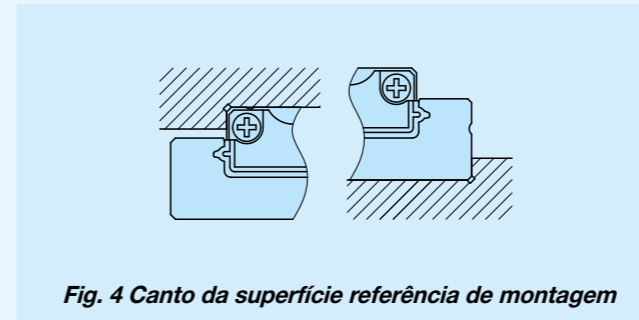

Fig. 4 Canto da superfície referência de montagem
Para o canto oposto da superfície de montagem de referência, é recomendável ter folga no encaixe, como indicado na Fig. 4. A altura do ressalto e o raio do canto recomendados no lado da superfície de montagem estão indicados na Tabela 13.
Nota (1) Nos tamanhos 25 e 30, mantenha uma folga no encaixe, conforme mostrado na Fig. 4.